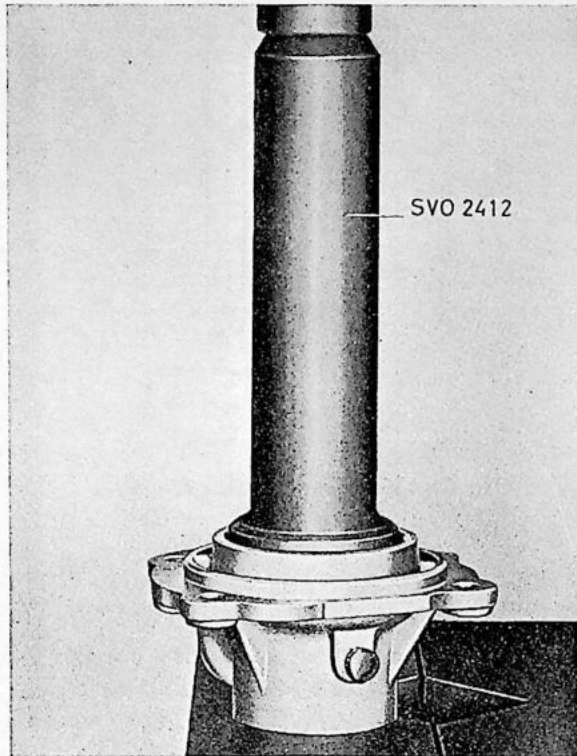

Fig. 4-34. Montage van het kogellager in het achterdeksel
1. Pers het kogellager in het achterste deksel; zie Fig. 4-34, en breng de borgveer aan. Er zijn verschillende dikten van de borgveer. Zoek er één uit die de groef opvult.